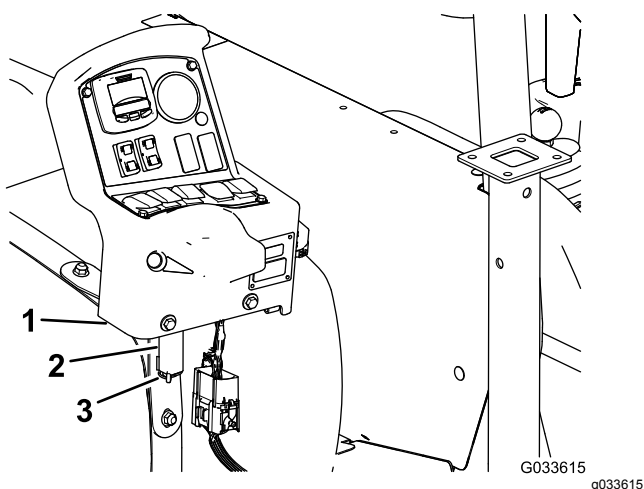

Рисунок 132
7. Снимите консоль с монтажного кронштейна на приборной панели автомобиля и совместите ось поворота управляющей консоли с кронштейном для хранения на переднем хомуте бака (Рисунок 132);
8. Установите консоль на кронштейн и прикрепите ось поворота к кронштейну с помощью шплинта (Рисунок 132).